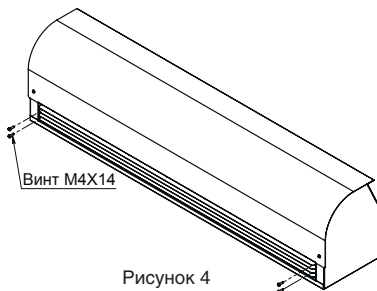

Рисунок 4
- С передней воздуховыпускной решетки выкрутить крепежные винты M4x14 по 2 шт. с каждой стороны (см.рисунок 4).